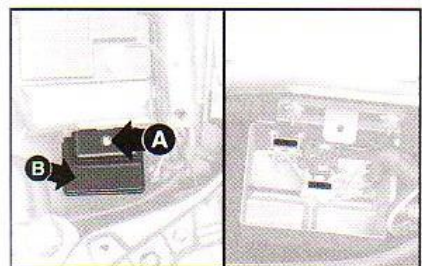

fig. 62
**Fusíveis no vão do motor, na caixa da bateria - fig. 62**